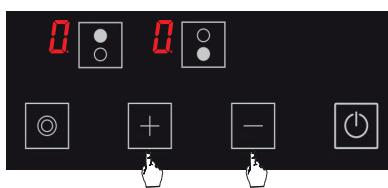

Figure 7
3. Le niveau de puissance de la plaque de cuisson pertinente peut être réglé de 1 à 9 à l'aide des touches **+** et **-** ou de **H** à 9 selon l'option de la cuisinière. (Voir Fig. 7)